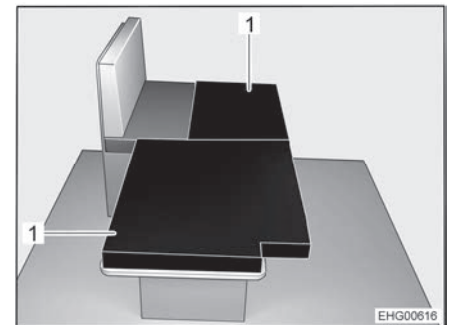

Fig. 55 Après la transformation
- Placer les deux coussins supplémentaires (Fig. 55,1) comme illustré sur la table abaissée.